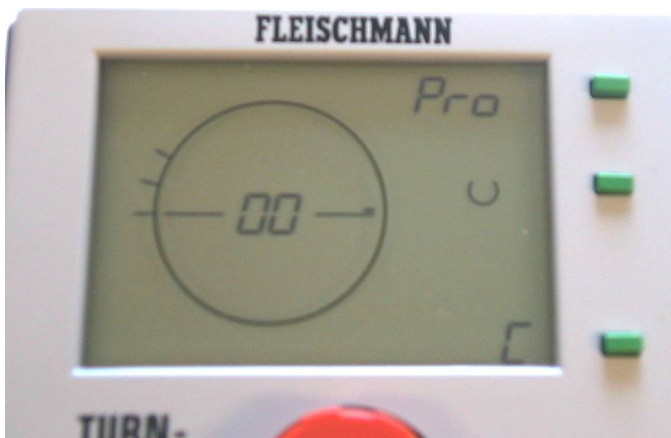

Fig. 14 4^e overgang opzoeken
- Draai de **rode draaiknop** totdat de draaibrug de positie van de vierde overgang komt (voor ons voorbeeld: positie „3 uur”) bereikt heeft (fig. 14).